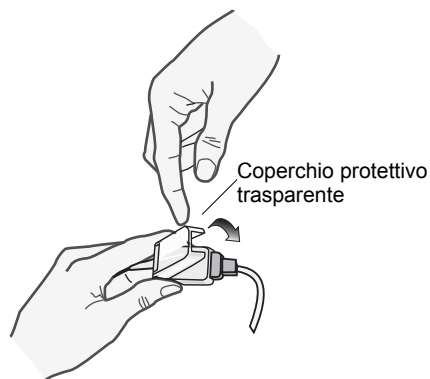

Figura 10-2 Abbassare il coperchio di plastica sul collegamento del cavo
5. Abbassare il coperchio di plastica trasparente sulla connessione per fissarla (vedere la Figura 10-2).